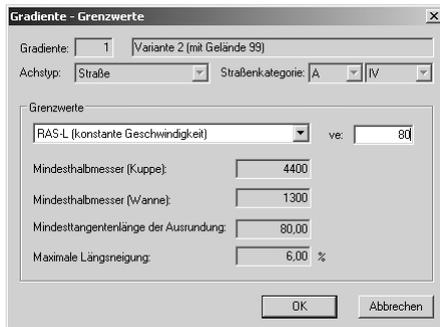

Bild 10-3: Festlegung der Grenzwerte für die neue Gradiente
- im Eingabefenster Grenzwerte prüfen und ggf. Randbedingungen ändern (Bild 10-3)